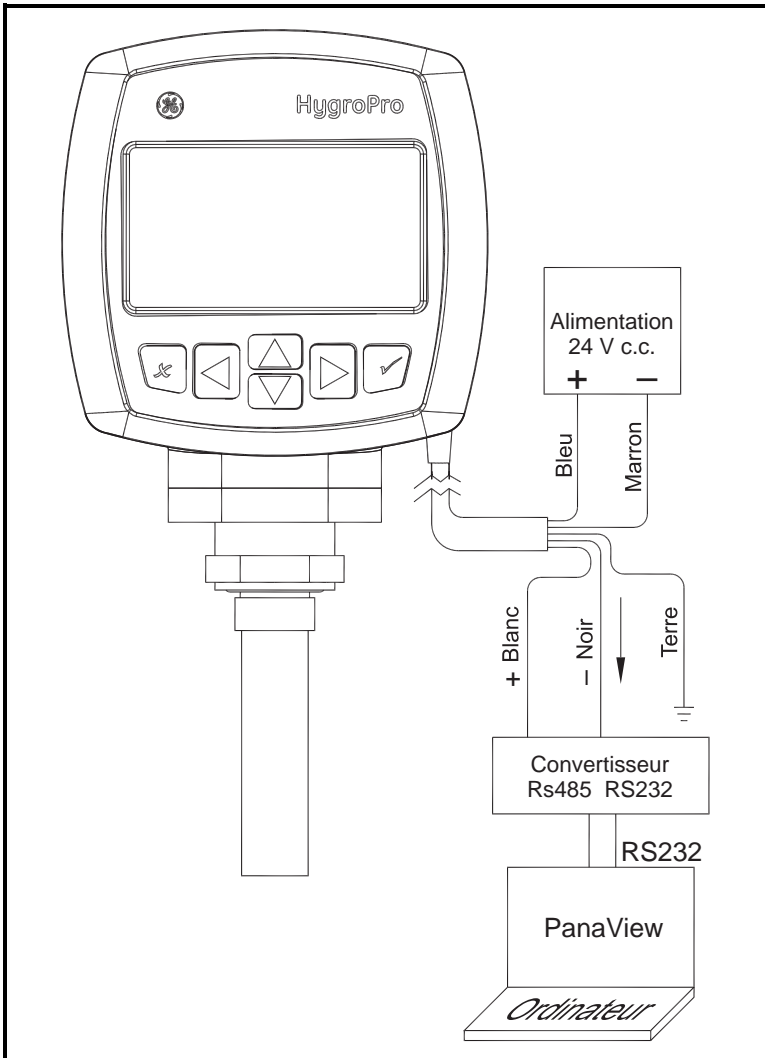

Figure 4 : Branchement du câble de communications numériques
2. Branchez les conducteurs volants à l'autre extrémité du câble du transmetteur sur votre alimentation et sur l'ordinateur, comme illustré à la figure 4, page 9. Pour la description des conducteurs du câble fourni par l'usine, reportez-vous au Tableau 2.